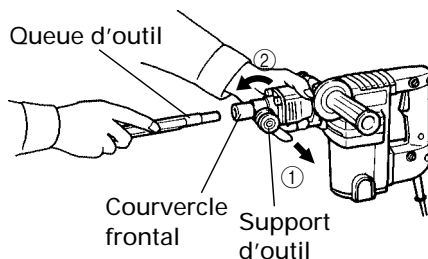

Fig. 2
- (1) Nettoyer, puis enduire la queue de l'outil d'huile (accessoire en option).
- (2) Tirer le porte-outil dans le sens de la flèche ①, puis le tourner dans le sens de la flèche ② (à fond vers la gauche). Insérer la queue de l'outil à fond dans l'orifice hexagonal du couvercle avant. (Fig. 2)
- (3) Remettre le porte-outil en place pour fixer l'outil.